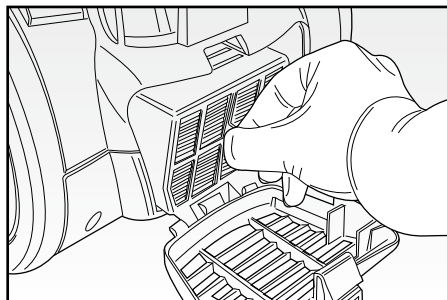

Fig. 13
- Pulire il filtro sotto l'acqua fredda e farlo asciugare (Fig. 13).